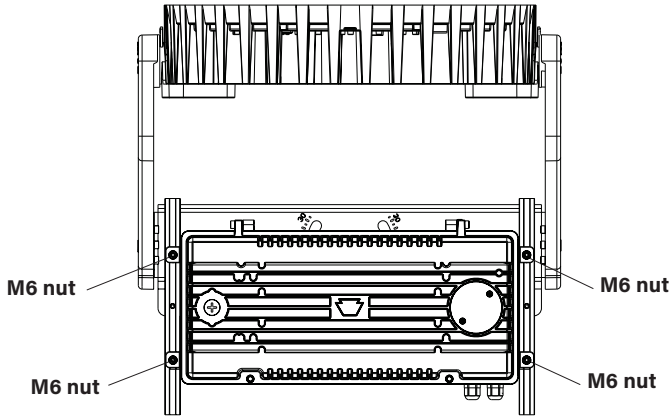
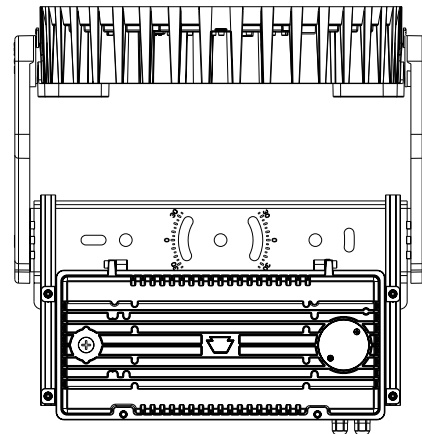

Figure 1
Figure 2
- Pour installer correctement ce feu de sport, le boîtier de commande doit être déplacé de sa position initiale. Pour ce faire, desserrez les quatre (4) écrous M6, comme illustré à la figure 1. Faites glisser le boîtier de commande le long des rails de guidage jusqu'à ce que le support soit entièrement visible, comme illustré à la figure 2. Une fois en place, serrez les quatre (4) écrous M6.